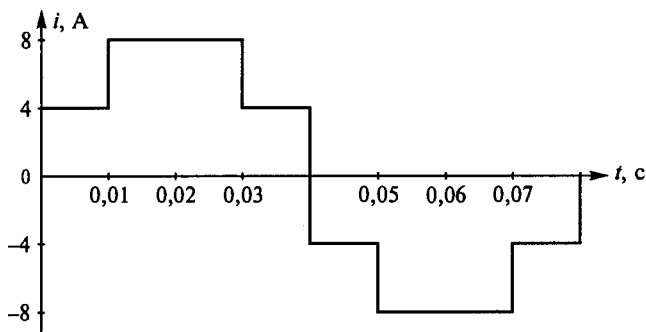

Рис. 114
**3.76.Р.** Каковы среднее и действующее значения тока за полпериода, а также амплитуда эквивалентной синусоиды и частота переменного тока, график которого изображен на рис. 114? (Указать неправильный ответ.)